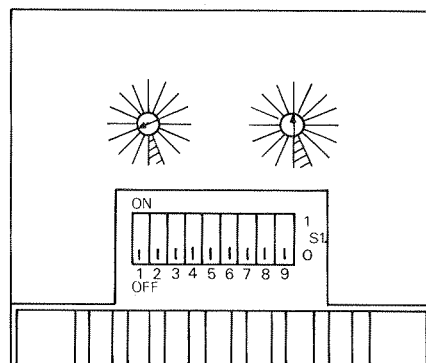

Abb. 3.11
3. Schalter „S 1.9“ an der Elektronikbox auf „1“ stellen (Abb. 3.11).